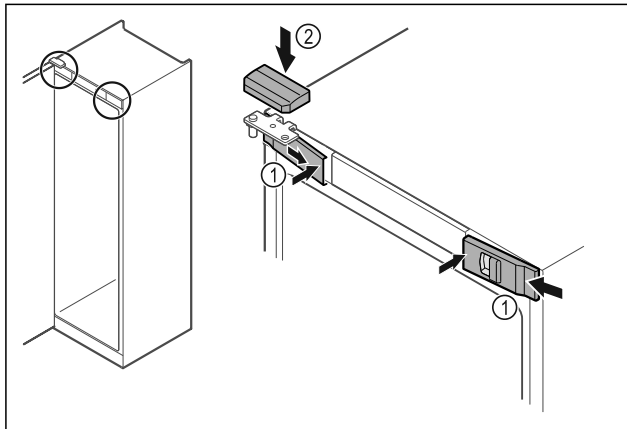

Fig. 48 *
- ▶ Haka fast skydden fram Fig. 48 (1) på sidan och sätt på dem på insidan.*
- ▶ Sätt på det övre skyddet Fig. 48 (2) uppifrån.*